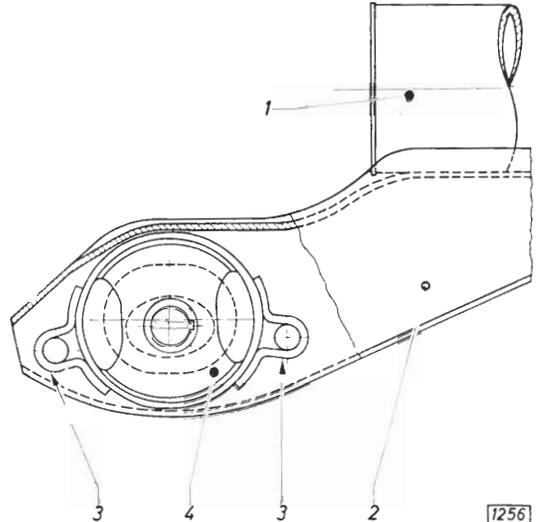

Bild 59 - Gummigelenk in Stützarm der Hinterachsverlängerung eingesetzt
2. Gummigelenk (59/4) nach der in Bild 59 gezeigten Anordnung in Stützarm der Hinter-